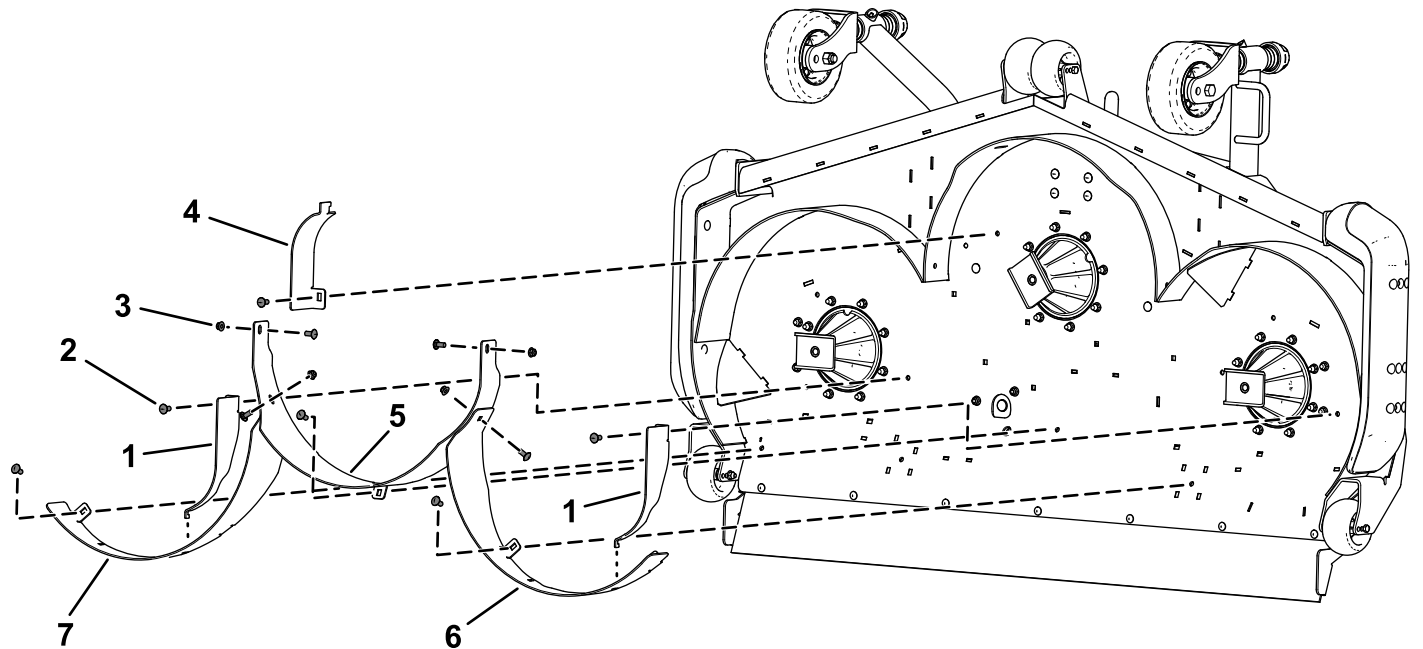

図3
1. 右後バッフルを刈り込みデッキに仮止めするキャリッジボルト $2/8$ x $7/8$ "3本とロックナット $2/8$ "3個を使用して図3のように取り付ける。
2. 左後バッフルを刈り込みデッキに仮止めするキャリッジボルト $2/8$ x $7/8$ "3本とロックナット $2/8$ "3個を使用して図3のように取り付ける。
3. 中央後バッフルを刈り込みデッキに仮止めするキャリッジボルト $3/8$ x $7/8$ "3本とロックナット $3/8$ "3個を使用して図3のように取り付ける。
4. 中央後バッフルを右後バッフルと左後バッフルに仮止めするキャリッジボルト $3/8$ x $7/8$ "2本とロックナット $3/8$ "2個を使用して図3のように取り付ける。
5. サイドキッカーバッフル2枚とセンターキッカーバッフルを仮止めするキャリッジボルト $3/8$ x $7/8$ "3本とロックナット $3/8$ "3個を使用して図3のように取り付ける。